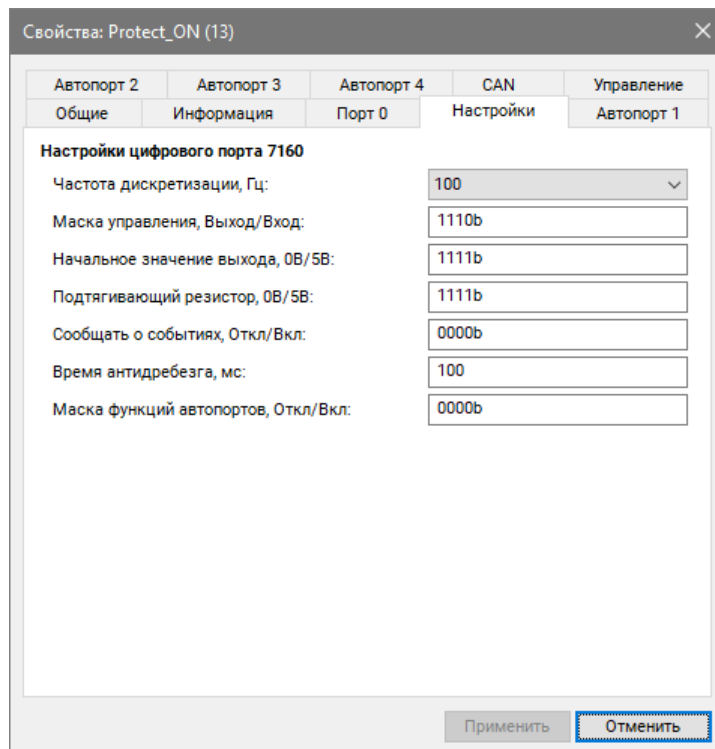

Рис. 2.15 Вкладка «Настройки»
- во вкладке «Настройки» следует установить параметры в соответствии с *Рис. 2.15*.